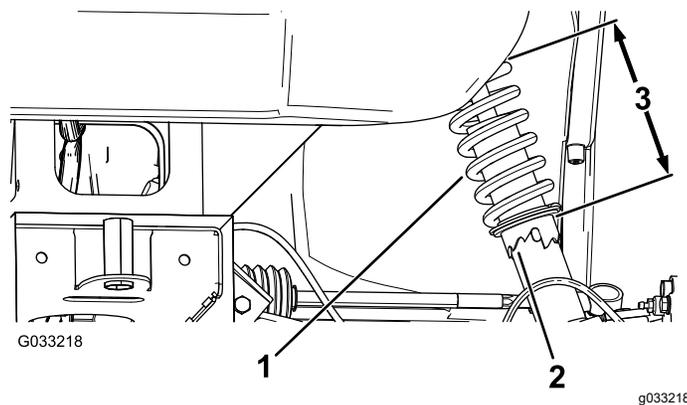

Рисунок 57
2. Если развал не отрегулирован, используйте ключ, чтобы повернуть кольцо на амортизаторе для выравнивания колеса (Рисунок 57).